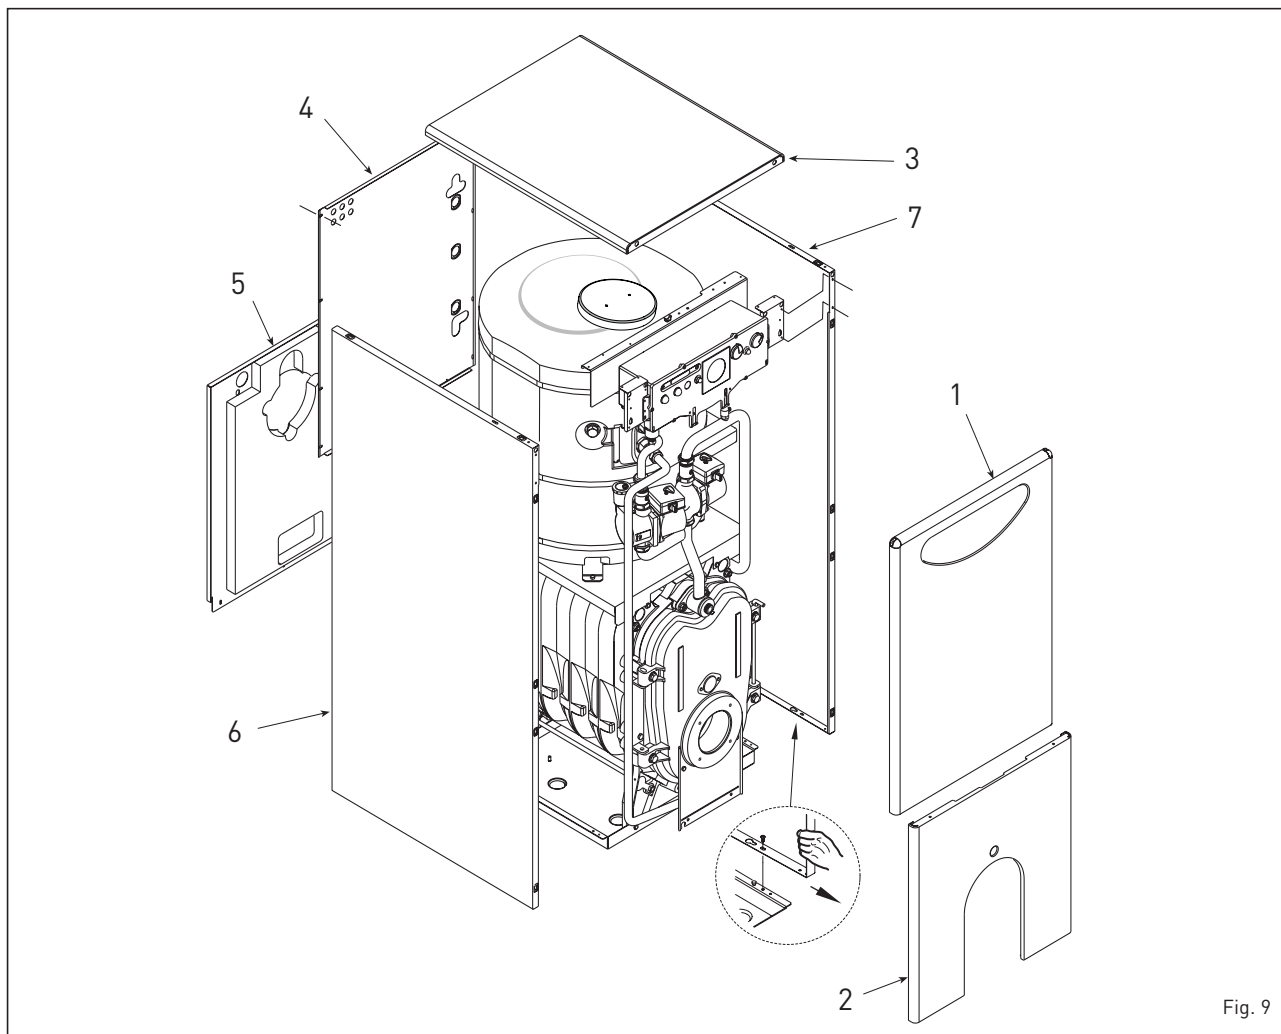

Fig. 9
3.3.3 Desmontagem da carcaça (fig. 9)